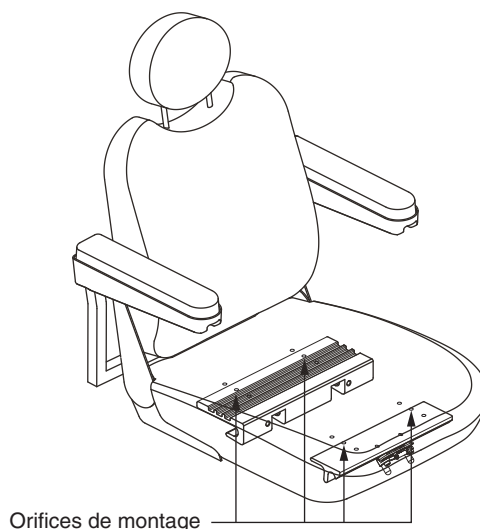

Figure 11. Position du siège
6. Repositionnez les montants dans un ensemble différent d'orifices de montage. Vous devez régler les montants en ayant un nombre identique d'orifices devant et derrière la fixation sur chaque montant. **Voir la figure 11.**